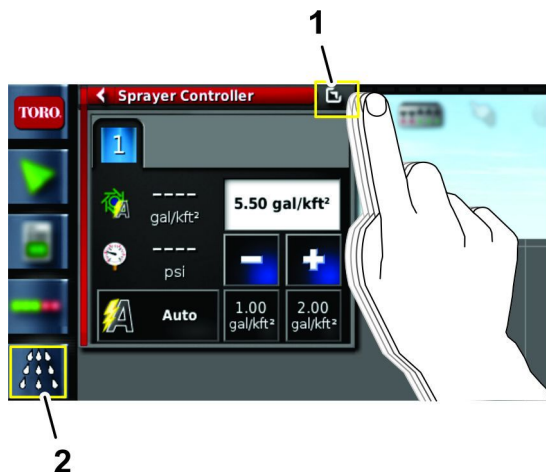

图 45
5. 按喷洒率控制器图标然后滑动打药车控制器窗口右上角的全屏图标 图 45。